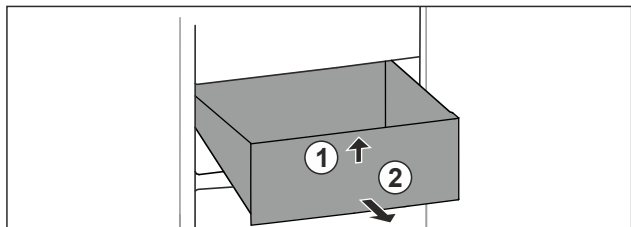

Fig. 97
- ▶ Lade aan de voorkant optillen. Fig. 97 (1)
- ▶ Lade naar voren toe verwijderen. Fig. 97 (2)